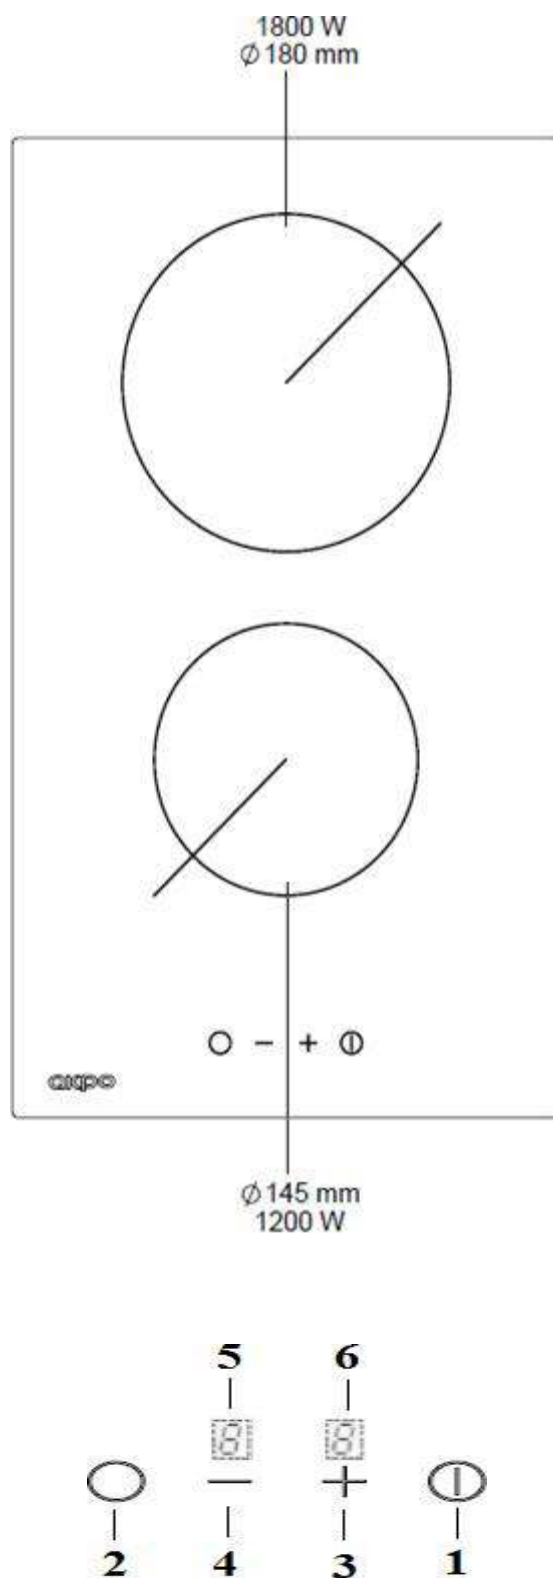

Рис. 6
1. Чтобы включить варочную поверхность, необходимо нажать кнопку (1) (рис. 6) [ON/OFF] на 1 секунду. Прозвучит короткий звуковой сигнал, и загорятся индикаторы около конфорок.